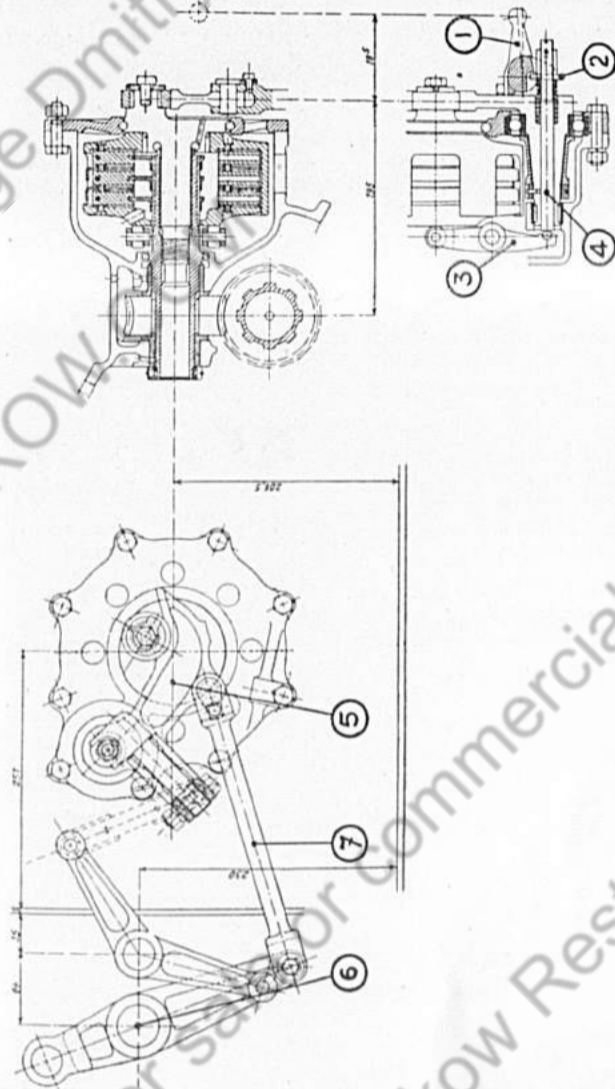

Bild 19. Servo-Fußbremse.
6. Servo-Fußbremse (Bild 19).
Der tote Gang der Gabel soll etwa 1 mm betragen; wenn infolge Verschleiß an den reibenden Flächen das Spiel größer geworden ist, verringert man es durch Drehen der Einstellmutter 2, auf der sich das Ende des Servo-Betätigungshebels 1 abstützt (Bild 19).